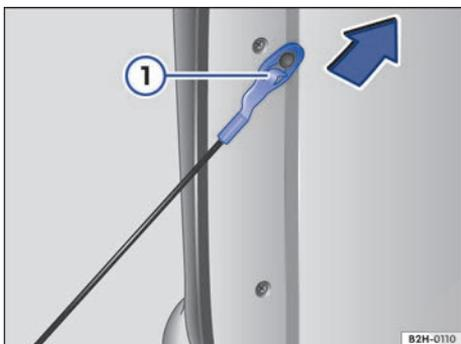

Fig. 24 Desenganchar el cable de sujeción del portón de carga.
- Tire del cable en el sentido contrario al de la flecha → fig. 24 hasta el tope. El cable está correctamente enganchado cuando la pestaña de seguridad vuelve a su posición original.
- Presione hacia abajo la pestaña de seguridad → fig. 24 .